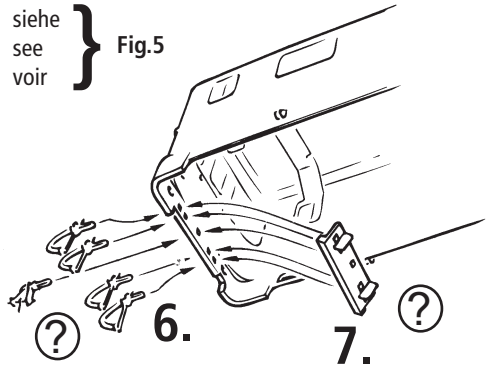

Fig. 3
3. Haftreifenwechsel: Zuerst den Getriebedeckel abnehmen (Fig. 3). Danach den **Radsatz** herausnehmen und die **Haftreifen** mit einer Nadel od. mit einem feinen Schraubendreher abziehen (Fig. 3). Beim Aufziehen der neuen Haftreifen darauf achten, dass diese sich nicht verdrehen.
3. Change of traction tyre: Remove the gear cover (fig. 3). Take out **wheel set** and remove **traction tyre** using a pin or a fine screwdriver (fig. 3). When pressing on the new traction tyre please **avoid twisting it**.
3. Échange des bandages d'adhérence: Démontez d'abord **le couvercle du carter des engrenages** des engrenages (fig. 3). Délogez ensuite les essieux bandagés et enlevez, à l'aide d'une aiguille ou d'un tournevis fin, les bandages d'adhérence (fig. 3). Lors du montage des nouveaux bandages veuillez veiller à ce que les bandages **ne soient pas tordu**.